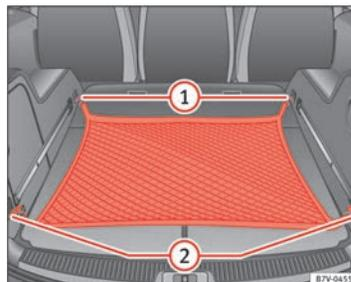

Fig. 100 Dans le coffre à bagages : filet à bagages accroché.
- Accrochez le filet à bagages aux œillets d'arrimage ⇒ fig. 100 ① et ②.